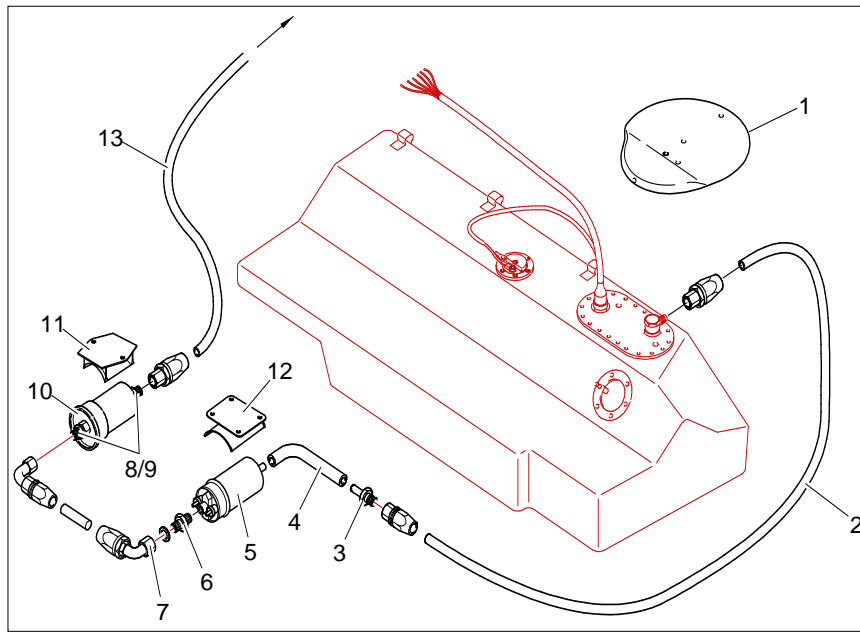
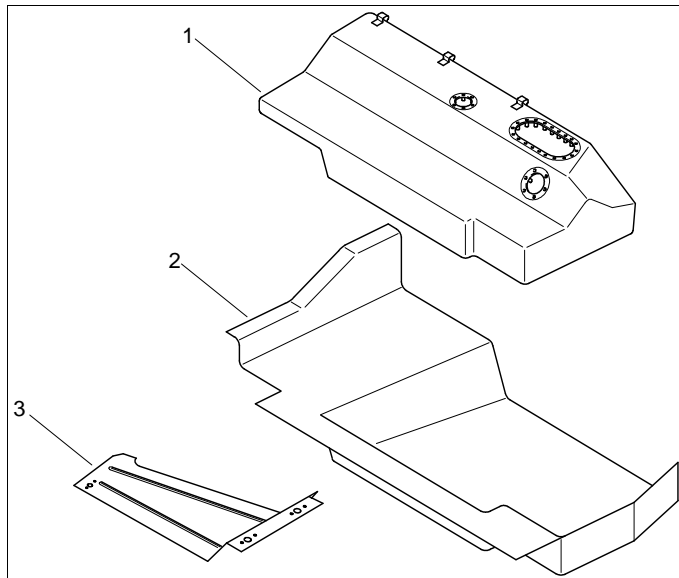

Fig 1
Fig 3
- ☞ *Fixer sous le bac de protection du réservoir souple (rep2 fig3) la pompe à essence (rep5 fig1) et son filtre (rep10 fig1)*
- ☞ *Raccorder le tuyau d'alimentation (rep2 fig1) avec la pompe à essence et la boîte tampon puis raccorder la pompe au filtre.*
- ☞ *Fixer la tôle de protection de la pompe à essence (rep3 fig3) sous le bac du réservoir.*